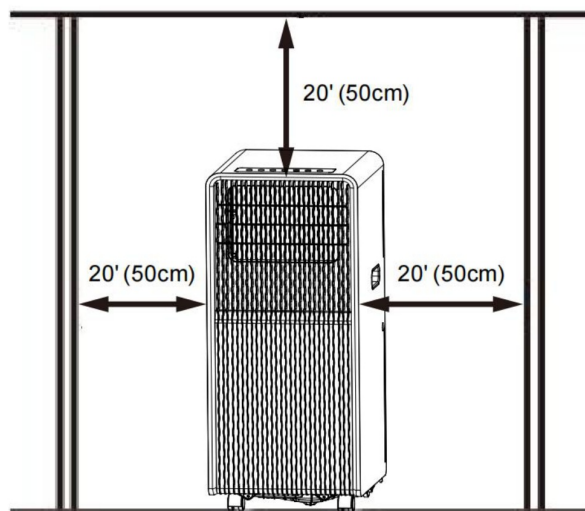

Abb. 3
- Ein mobiles Klimagerät ist an einem ebenen Platz mit freiem Umfeld aufzustellen. Blockieren Sie den Luftauslass nicht; der erforderliche Abstand ringsum sollte mindestens **50 cm** betragen (siehe Abb. 3).